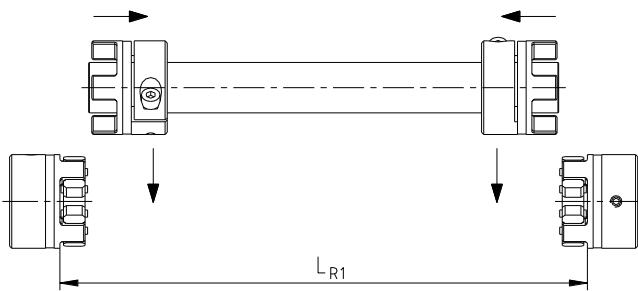

Bild 5: Einbau der Bauart ZR1
- Stecken Sie das Zwischenrohr mit den ZR-Klemmnaben zwischen der An- und Abtriebsseite und somit zwischen den Naben mit den Zahnkränzen ein (siehe Bild 5).